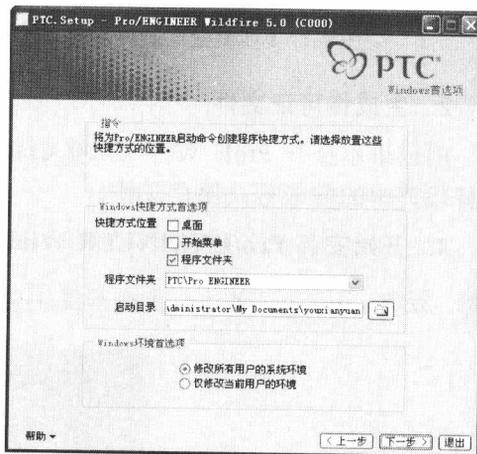

图 1-6 【Windows 首选项】对话框
- 08 单击 **下一步 >** 按钮，弹出【Windows 首选项】对话框，如图 1-6 所示。进行相应定义后单击 **下一步 >** 按钮，弹出【可选配置步骤】对话框。